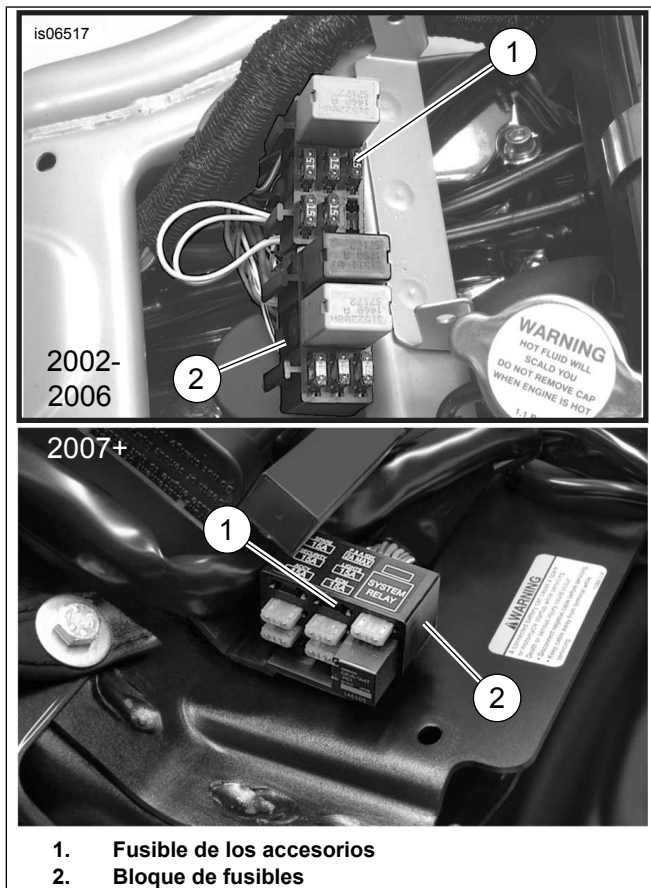

Figura 15. Ubicaciones del fusible de accesorios (modelos V-Rod)
1. Ver Figura 15 . Cuidadosamente corte y abra un área de la cubierta del arnés principal cerca del bloque de fusibles (2), en un punto accesible y corte el cable naranja/blanco del arnés principal que va a la cavidad de fusible (1) marcada: